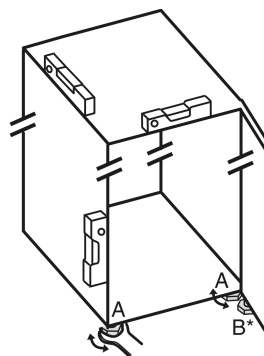

Fig. 4
- ▶ Seřizovací nožky Fig. 4 (A) vyšroubujte pomocí přiloženého vidlicového klíče a pomocí vodováhy, dokud nebude spotřebič pevně vyrovnaný.
- ▶ Seřizovací nožku Fig. 4 (B) na stojanu ložiska vytáchejte pomocí přiloženého vidlicového klíče, až dosedne na zem.
- ▶ Seřizovací nožku Fig. 4 (B) otáčejte dál o 90°.